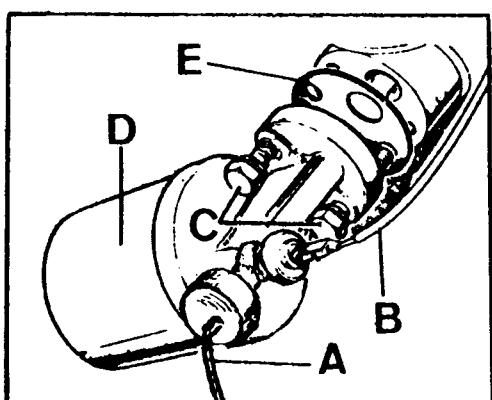

Fig. A1-37 Desmontaje del conjunto filtro exterior de aceite
1.2. Desconectar los cables del transmisor, A (Fig. A1-37) y el, B, del interruptor.
- 1.3. Desmontar los tornillos, C (Fig. A1-37) que fijan el conjunto, D, y extraer dicho conjunto, con la junta, E.
- 2.2. Tomar una junta nueva, E (Fig. A1-37), extender una capa de grasa sobre sus dos caras y situarla sobre la cara de acoplamiento en el bloque.
- 2.3. Fijar el conjunto, D (Fig. A1-37) con los tornillos, C y conectar los cables, A y B.